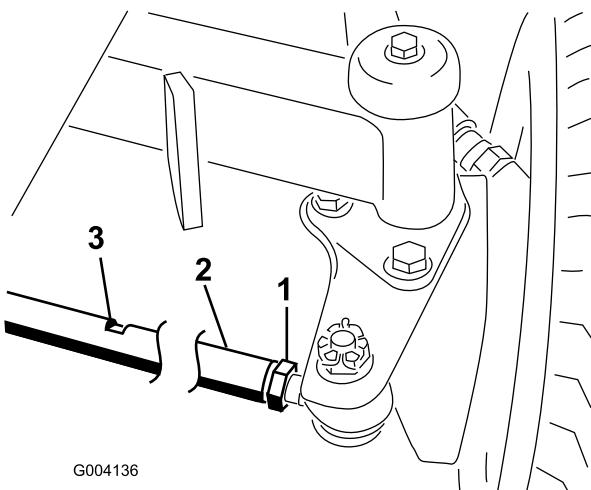

Figura 60
- Desaperte a porca de bloqueio em cada extremidade da barra de direcção (Figura 60).